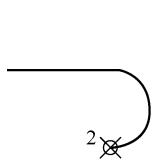

图 5-44 圆弧端点
① “指定圆弧的端点”选项：确定弧线段的端点 2，绘制的弧线段与上一段多段线相切，如图 5-44 所示。